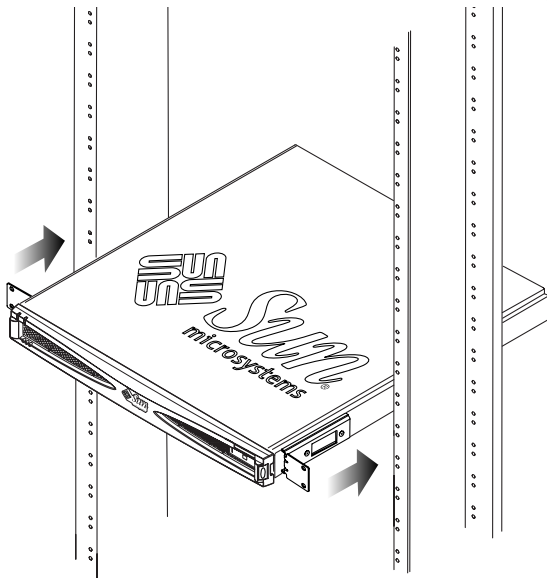
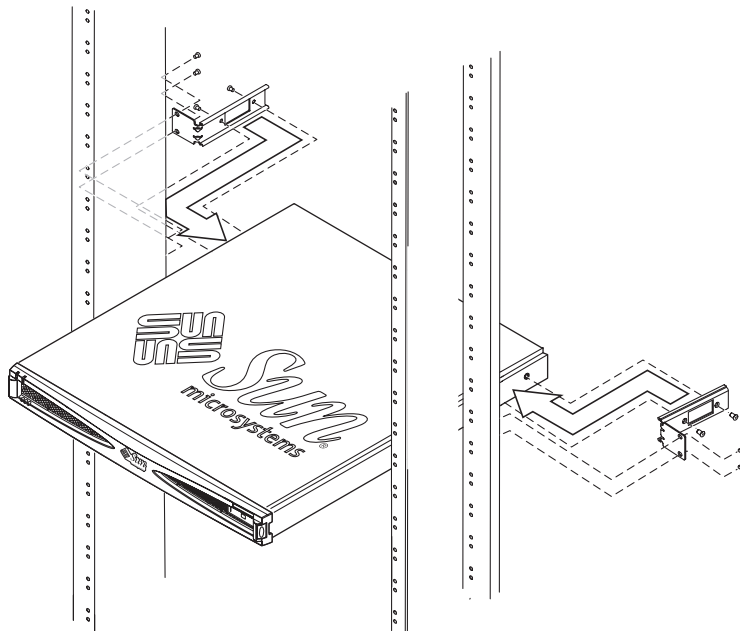

BILD 3-11 Installera i ett 2-bens relärack med konsoler på framsidan
BILD 3-12 Installera i ett 2-bens relärack med konsoler på baksidan
2. Placera hårddisklådan i racket och dra åt skruvarna (se BILD 3-11 och BILD 3-12).